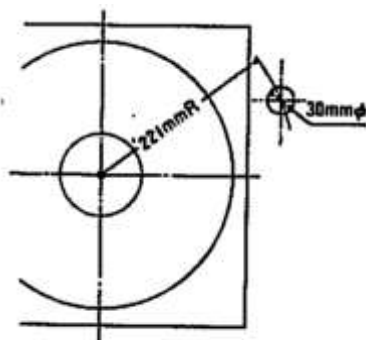

Рис.2.
1. Перед монтажом тонарма на Ваш стол, проведите необходимые измерения и определите положение установки. Для Вашего удобства использования предоставляется монтажный шаблон. Рис.2. Вдоль дуги 221mm от центра диска, тонарм может быть установлен в этом диапазоне, где тонарм, с противовесом полностью разместиться и не будет выступать за край стола при любом угле в работе. В пределах этого диапазона, определить точное положение монтажа с учетом внешнего вида и удобства использования.